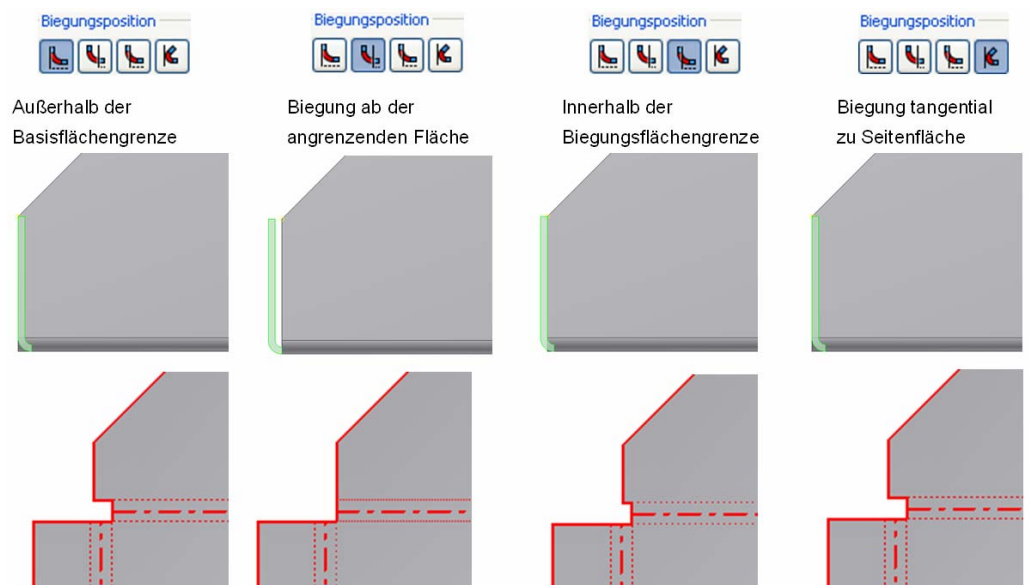

Bild 12: Festlegung der Biegungsposition relativ zu Basisfläche
- Biegungsposition: Sie dient zur Festlegung der Position, an der die Biegung, bezogen auf die Basisfläche, beginnen soll (Bild 12).